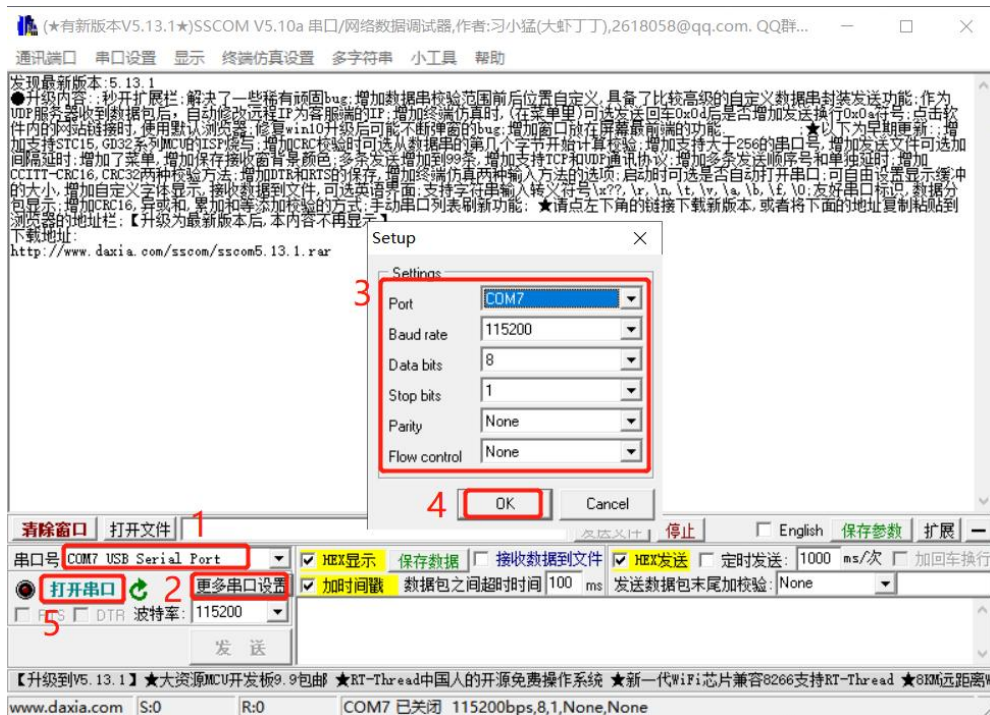

图 6-1 RS485 串口上位机设置
Step2:如下图 6-1 所示，运行 RS485 串口上位机（sscom5.10a.exe），选择 USB 连接的 PC 端口号，点击“更多串口设置”，设置波特率 115200（需与上位机设置保持一致），8 位数据位，1 位停止位，无奇偶校验。